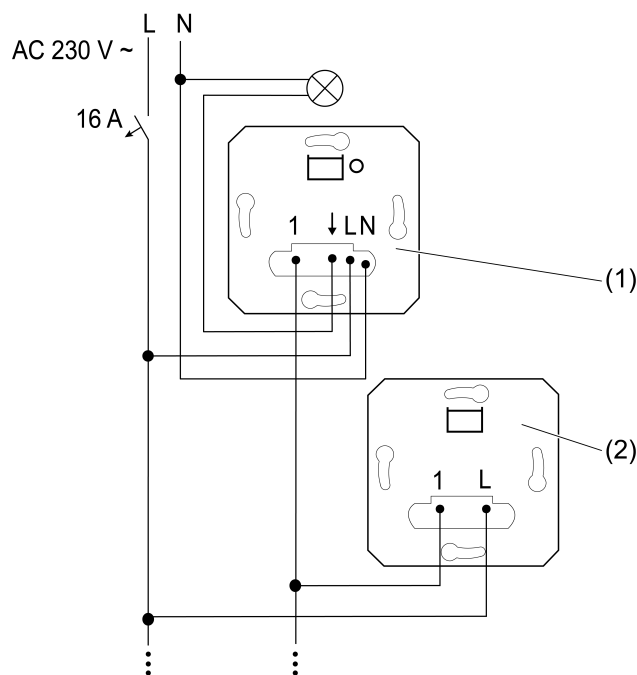
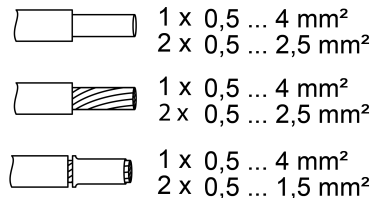

Figure 1: Schéma de raccordement de postes auxiliaires bifilaires
Figure 2: Sections transversales de conducteur pouvant être bloquées
- Raccorder le poste auxiliaire (2) conformément au schéma de raccordement (Figure 1). Lors de cette opération, respecter les sections transversales de conducteur pouvant être bloquées (Figure 2).
- i** Il est possible de raccorder un nombre quelconque de postes auxiliaires bifilaires (2) à un poste principal (1) (Figure 1).